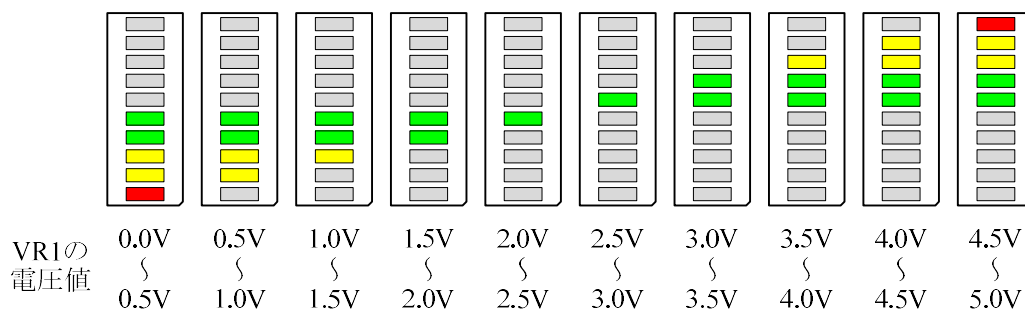

図 7.3 課題 3 の動作の様子
(4) 課題 3 : wave()関数
- 半固定抵抗器 (VR1) の電圧値に対応して, 図 7.3 のように 10 バーLED を表示させる.